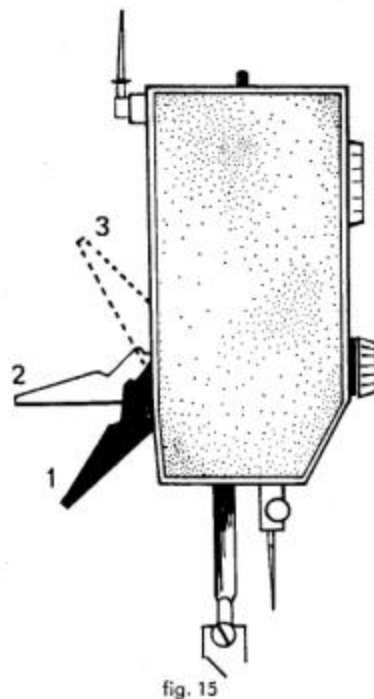

fig. 15
**15. Het omhooghalen van de onderdraad (fig. 15, 16, 17 en 18)**